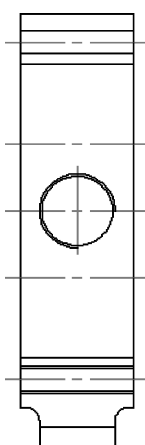

图 14-34 圆角处理
(3) 圆角处理。单击“默认”选项卡“修改”面板中的“圆角”按钮, 采用修剪、半径模式, 对剖视图进行圆角操作, 圆角半径为 3, 结果如图 14-34 所示。